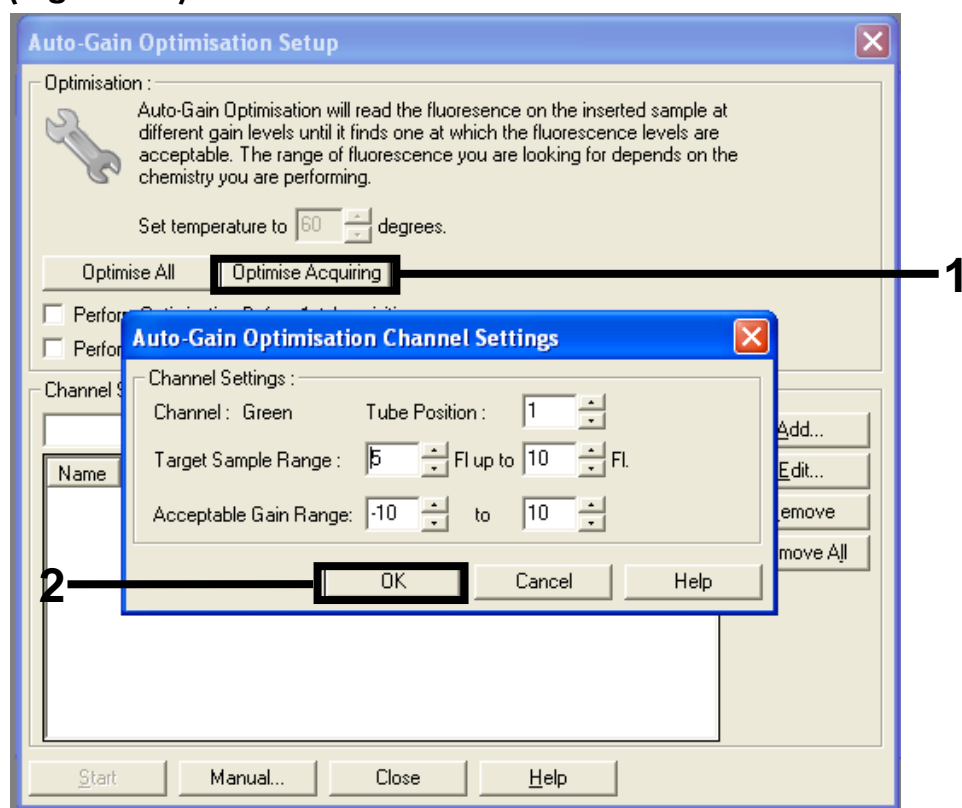

Figura 11. Ottimizzazione automatica del guadagno per il canale verde.
14. Fare clic sul pulsante “Optimise Acquiring” (Ottimizza acquisizione). Vengono visualizzate le impostazioni per ogni canale. Accettare i valori predefiniti facendo clic su “OK” per entrambi i canali (Figura 11).